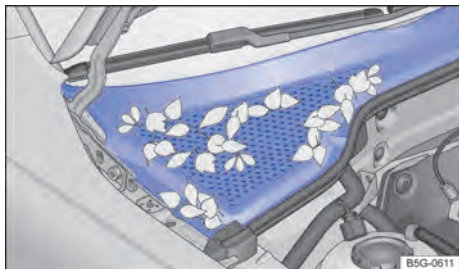

Fig. 164 Entre o compartimento do motor e o parabrisa: caixa de água (representação esquemática).
- A caixa coletora de água está localizada no compartimento do motor, entre o para-brisa e o motor e sob uma cobertura perfurada → Fig. 164. O ar ambiente é sugado da caixa coletora de água para o interior do veículo por meio do sistema de aquecimento e ventilação ou do ar-condicionado.